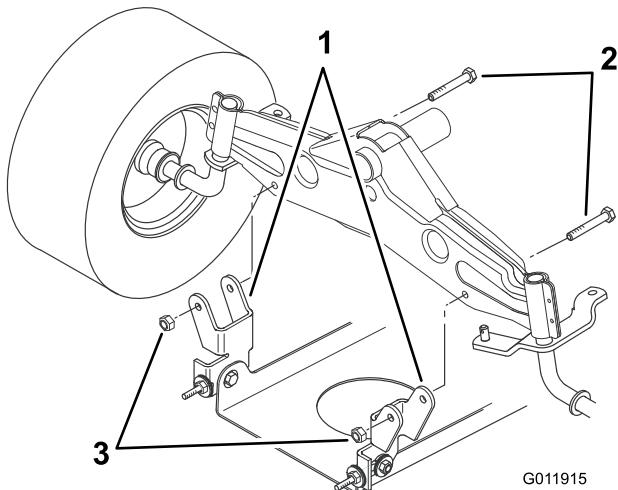

Figura 19
9. Retire los pernos y las contratuerzas y tire hacia abajo de los dos soportes de pivote del cortacésped para separarlos del eje delantero (Figura 19).